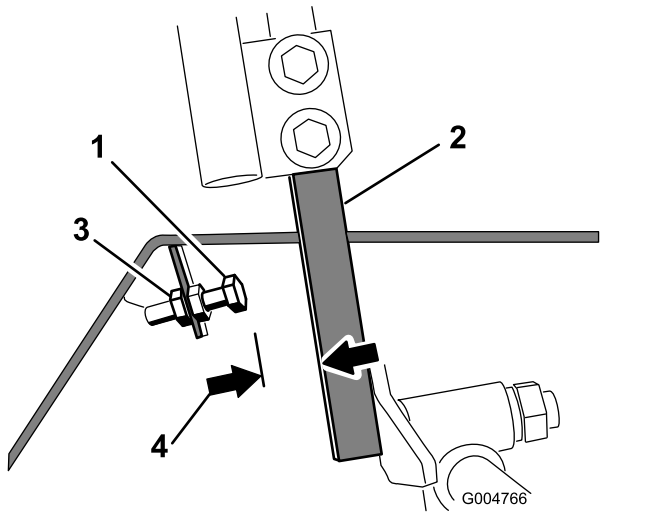

Figure 76
4. Desserrez l'écrou de blocage sur le boulon d'arrêt de l'un des leviers de commande (Figure 76).